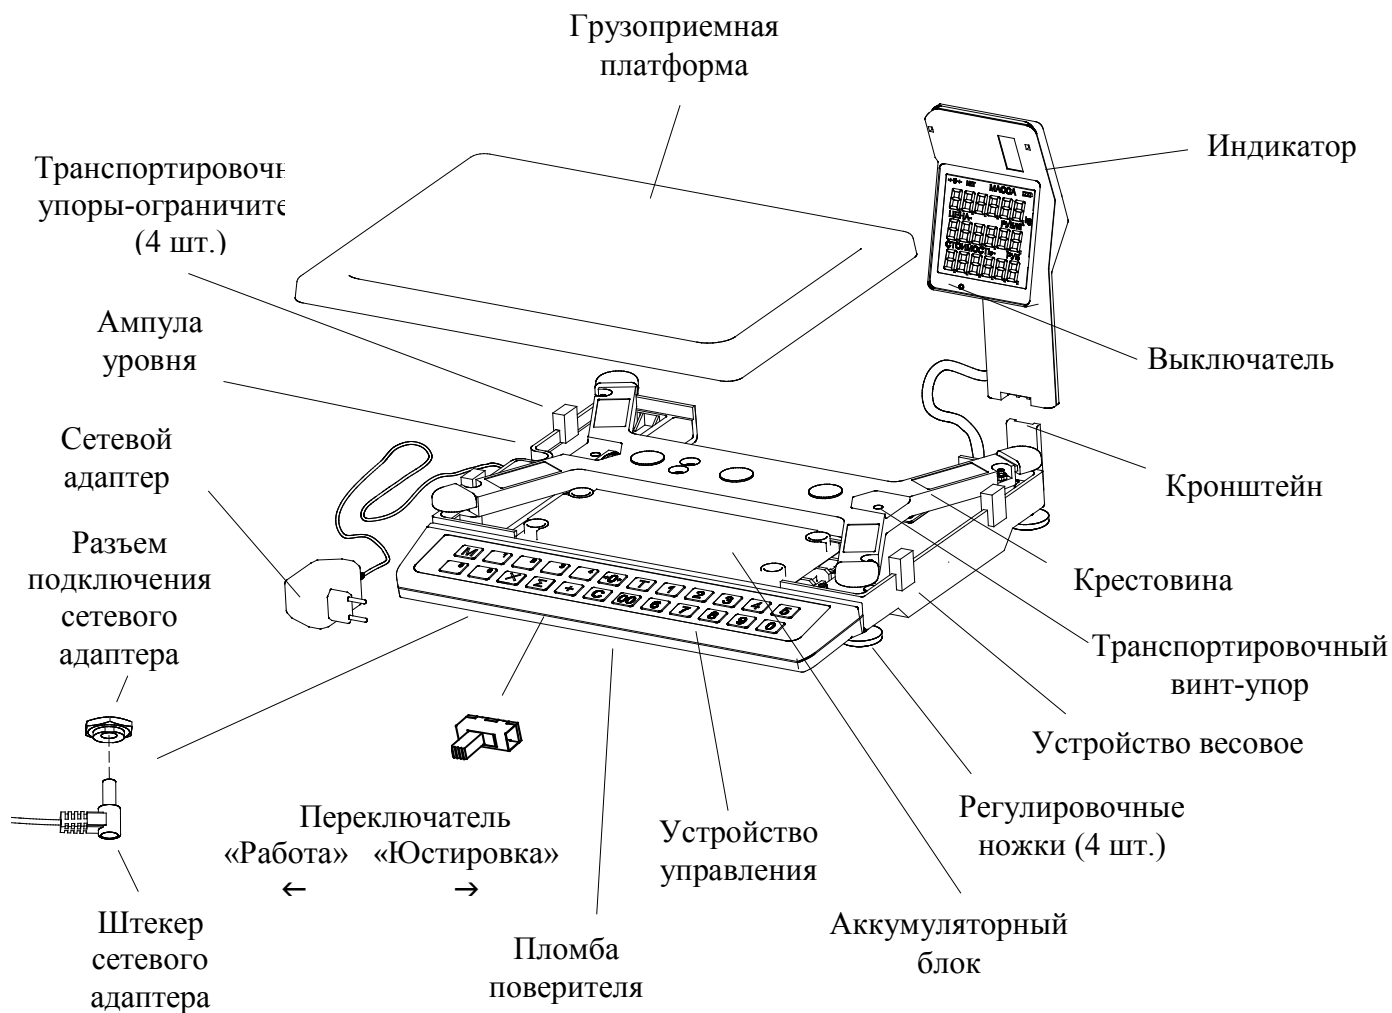
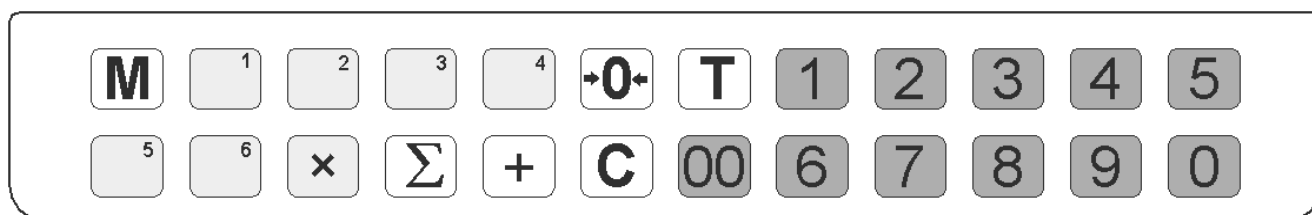
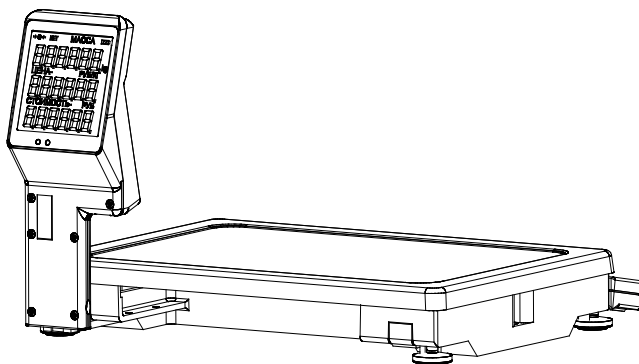

Рис. 5.1 - Весы МК_ТН11
Рис. 5.3 - Клавиатура
Рис. 6.1 - Весы МК_ТН11 в рабочем положении
Конструкция весов представлена на Рис. 5.1 ÷ Рис. 5.3. Назначение кнопок клавиатуры приведено в Табл. 5.1, назначение индикаторов - в Табл. 5.2.
6.2 Снять грузоприемную платформу с весов и убрать транспортировочные упоры - ограничители (Рис. 5.1).
6.3 Надеть индикатор на кронштейн устройства весового (Рис. 5.1, Рис. 6.1).
6.5 Установить грузоприемную платформу на весы (Рис. 5.1, Рис. 6.1).